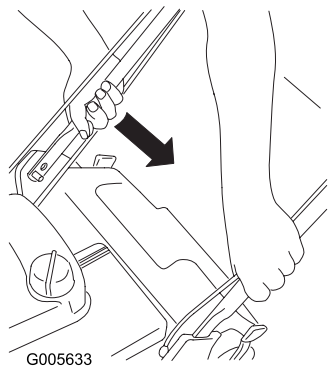

Bild 37
1. Den rechten unteren Griffstangenteil hereindrücken, bis die Griffstange hinter die Anschläge an den Griffstangenhaltebügeln rutscht (Bild 37).